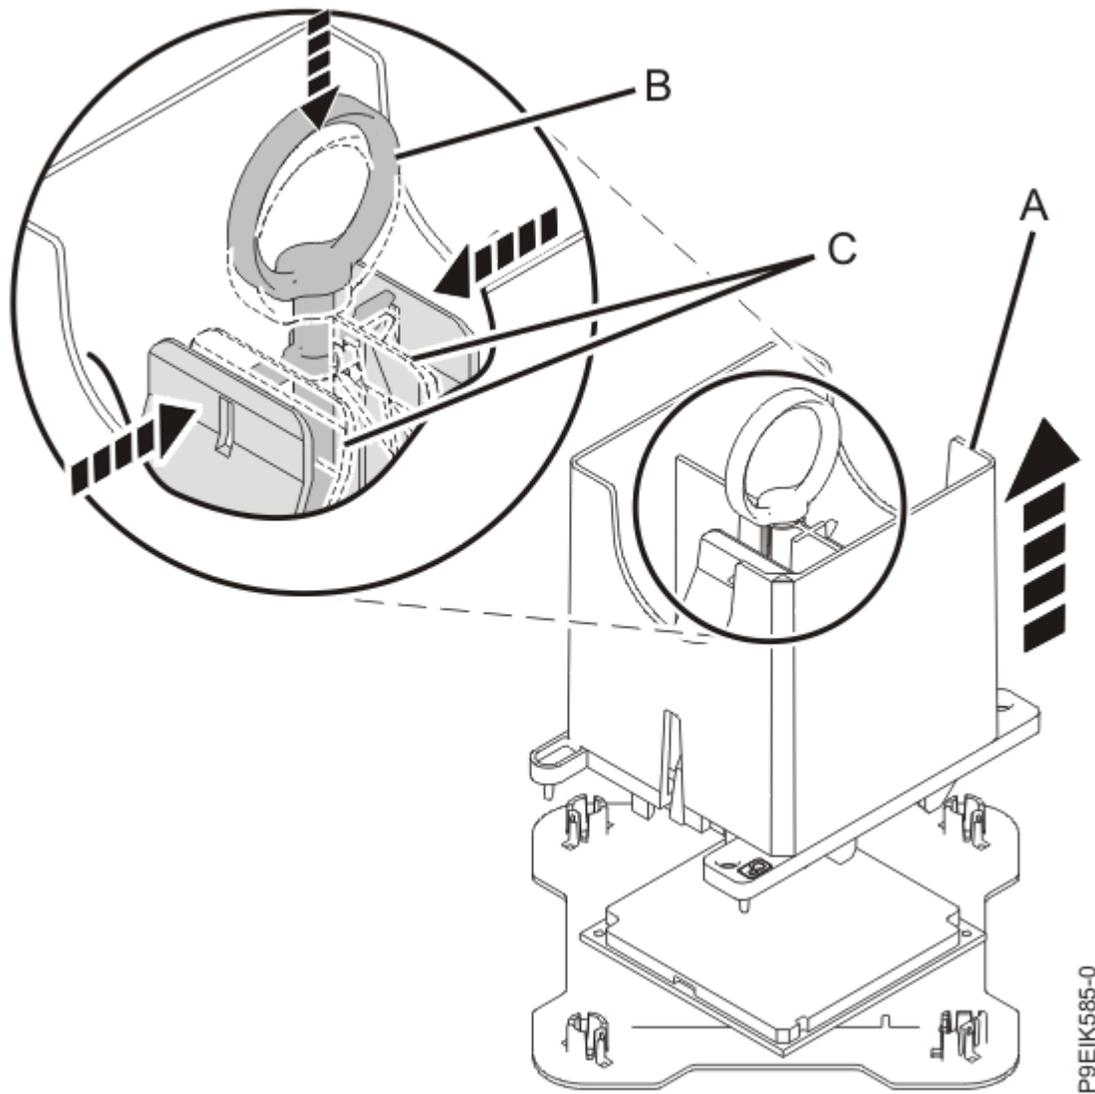

図 18. ツールからのシステム・プロセッサ・モジュールの解放
7. リング (B) を下に押して、システム・プロセッサ・モジュールを解放します。青色のタブ (C) を内側に押しながら、リング (B) を押し下げます (21 ページの図 18 を参照)。リングが青色のタブの開口部に収まり、青色のタブが固定した位置にロックされていることを確認します。